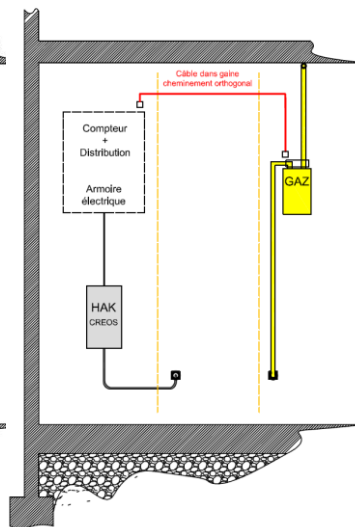
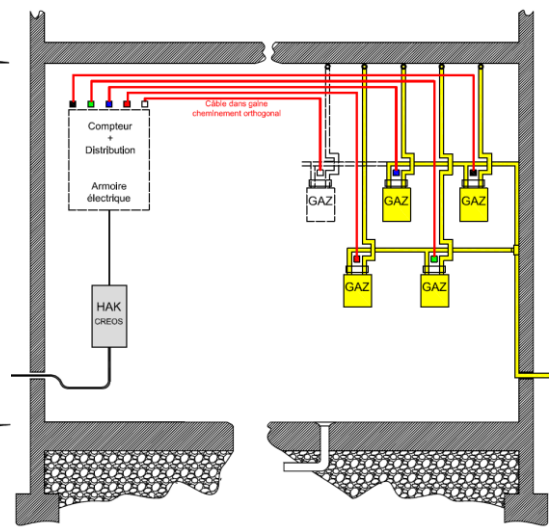

Fig.6 : Disposition standard (2 boîtiers)
Fig.7 : Disposition à plusieurs compteurs
- à poser par compteur de gaz deux boîtiers de connexion : un boîtier auprès du compteur de gaz et un boîtier auprès de l'armoire électrique abritant le compteur électrique associé (voir Fig. 6 et Fig. 7) - il ne faut pas utiliser des boîtiers de dérivation électrique faisant partie de l'installation électrique existante.